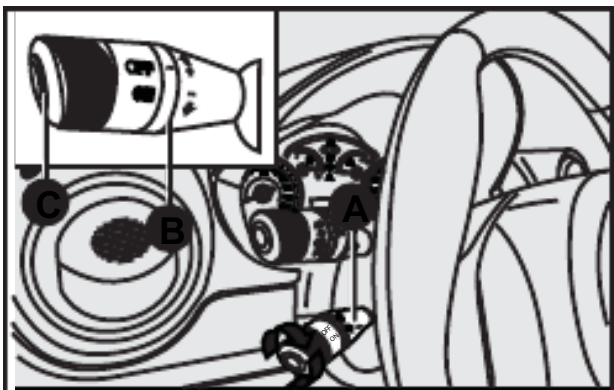

fig. 53
- Comandos - fig. 53
O piloto automático é comandado pela alavanca **A-fig. 53**.
A extremidade da alavanca **A-fig. 53** pode assumir duas posições:
Um breve toque na alavanca **B-fig. 53**, para cima (+) permite aumentar a velocidade memorizada.
Um breve toque na alavanca **B-fig. 53**, para baixo (-) permite diminuir a velocidade memorizada.
A cada acionamento da alavanca **B-fig. 53** a velocidade aumenta ou diminui cerca de 1 km/h.
Após o desligamento automático do dispositivo, o botão **C-fig. 53** permite restabelecer a velocidade memorizada.
ATENÇÃO: girando a chave da ignição na posição **STOP**, ou a extremidade da alavanca **A-fig. 53** na posição **OFF**, a velocidade memorizada é cancelada e o sistema desligado.
A extremidade da alavanca **A-fig. 53** pode ser deixada constantemente na posição **ON** sem danificar o dispositivo. No entanto, recomenda-se desativar o dispositivo quando o mesmo não for utilizado, girando o comutador na posição **OFF** para evitar memorizações acidentais de velocidade.
- girar a extremidade da alavanca **A-fig. 53** em **ON** e pisando no pedal do acelerador, levar o veículo à velocidade desejada;
- pressione o botão **C-fig. 53**.
- posicionando a alavanca **A-fig. 53** de modo momentâneo em (+).
- posicionando a alavanca **A-fig. 53** em (-) até o alcance da nova velocidade de que permanecerá automaticamente memorizada.
Girar a extremidade da alavanca **A-fig. 53** em **OFF** ou a chave de ignição na posição **STOP**.